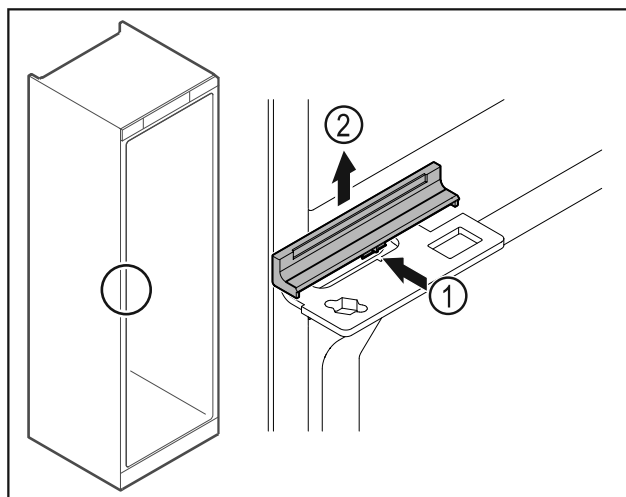

Fig. 48
- ▶ Ostonę Fig. 48 (1) należy lekko docisnąć po środku i wyciągnąć do góry Fig. 48 (2).